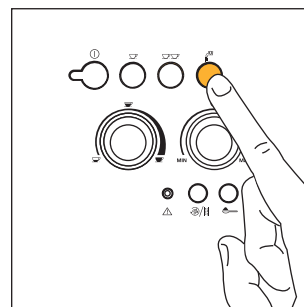

Fig.21
- Appuyez sur la touche  (fig. 21). Le voyant  s'allume pour indiquer que la fonction a été sélectionnée
- Appuyez sur la touche  (fig. 21). (Il est conseillé de ne pas faire couler l'eau chaude pendant plus de 2 minutes.)